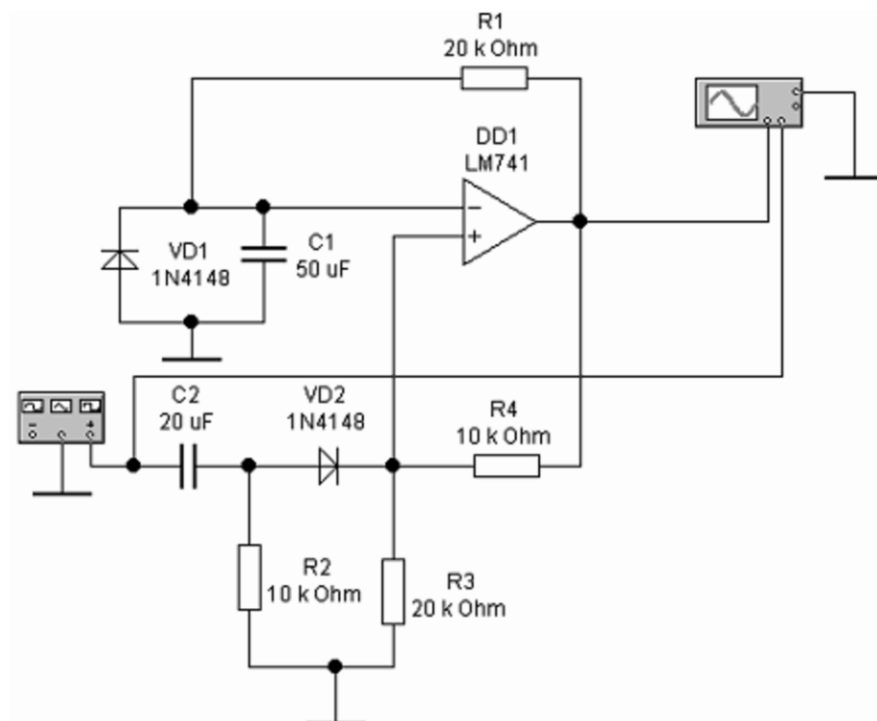

Рис. 4 – Схема для исследования одновибратора на ОУ
1. Собрать схему одновибратора на ОУ, изображенную на рис. 4.